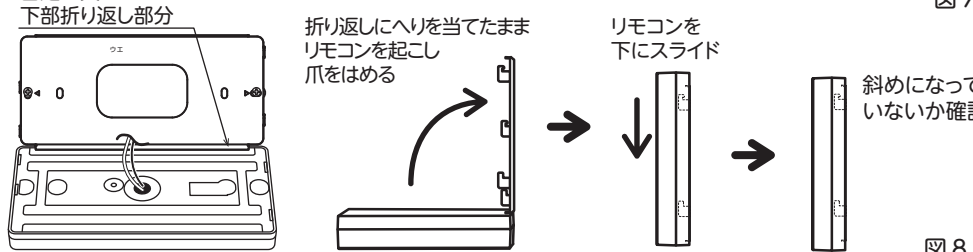

図8
5. リモコンと固定金具の中央を合わせ、裏面下側のへりを固定金具の下部折り返しの外側に当てたままリモコンを起こし、爪(4か所)を確実ににはめてからしっかり止まるまで下にスライドする。(図8)